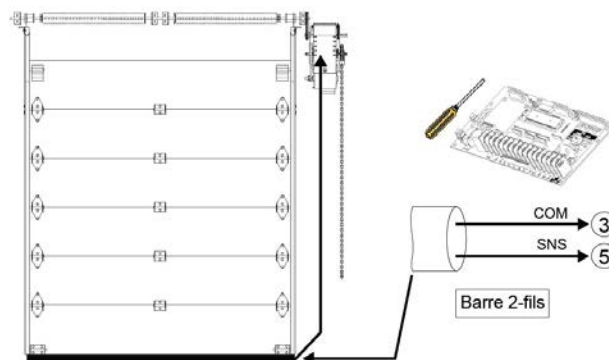

Figure 23 - Barre palpeuse électrique
3. Utiliser un ré-enrouleur de câble pour brancher les fils de la barre palpeuse aux terminaux de l'opérateur. Effectuer le branchement électrique tel qu'indiqué à la Figure 23.